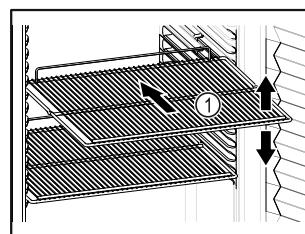

Fig. 80 Représentation à titre d'exemple
- Lorsque les grilles de support Fig. 80 (1) peuvent être déplacées, changez leur position en fonction de la hauteur des aliments.